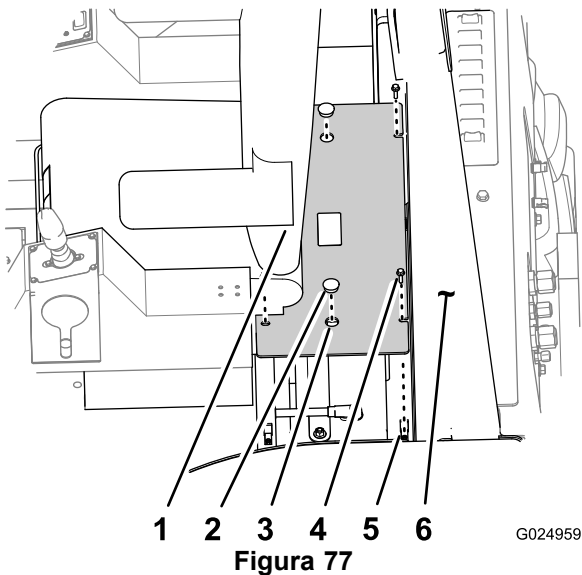

Figura 77
3. Retire los 4 pernos que sujetan la tapa de la batería a la plataforma del ROPS (Figura 77).
1. Alinee los taladros de las pestañas de montaje de la tapa de la batería con las tuercas de chapa de la plataforma del ROPS, alrededor de la batería (Figura 77).
2. Sujete la tapa de la batería a la plataforma del ROPS con los 4 pernos (Figura 77).